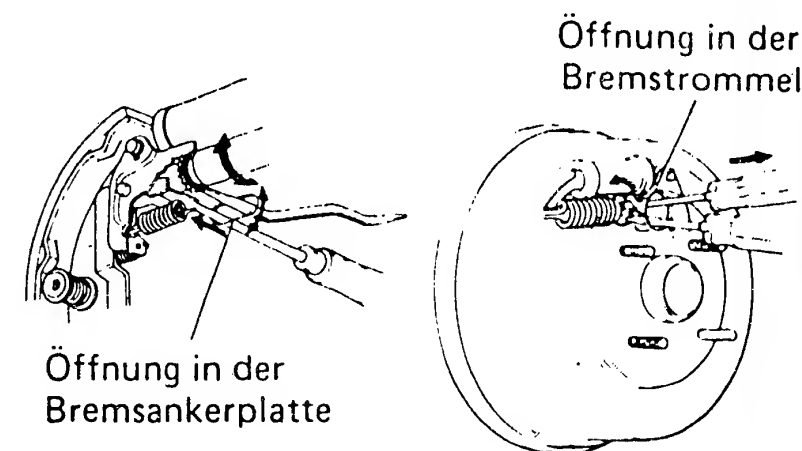

Bild 86
d) **Trommelbremsen hinten:** Die automatische Nachstellung der Trommelbremsen lässt sich von aussen lösen, wenn die Bremstrommel schwer abzunehmen ist. Dabei ist, je nach Achse, unterschiedlich vorzugehen (Bild 86). Das Spiel zwischen Handbremshebel und Bremsbacke soll weniger als 0,35mm betragen. Eine Korrektur lässt sich durch Einsetzen einer anderen Unterlagsscheibe vornehmen. Diese sind in den Dicken von 0,2, 0,3, 0,6 und 0,9mm erhältlich.